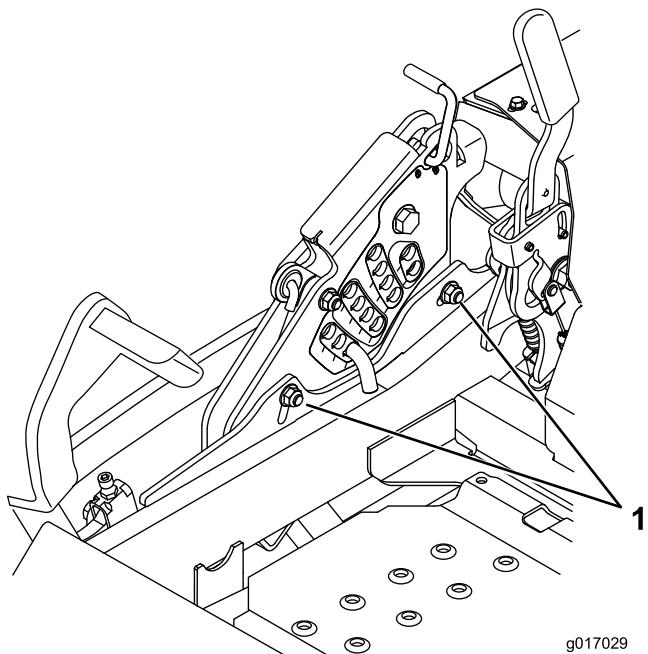

Figura 88
- Per agire sull'impianto di regolazione da un punto unico, allentate i due bulloni alla base della piastra dell'altezza di taglio. Vedere Figura 88.
- Serrate i due bulloni alla base della piastra dell'altezza di taglio (Figura 88). Serrate a 37-45 Nm.